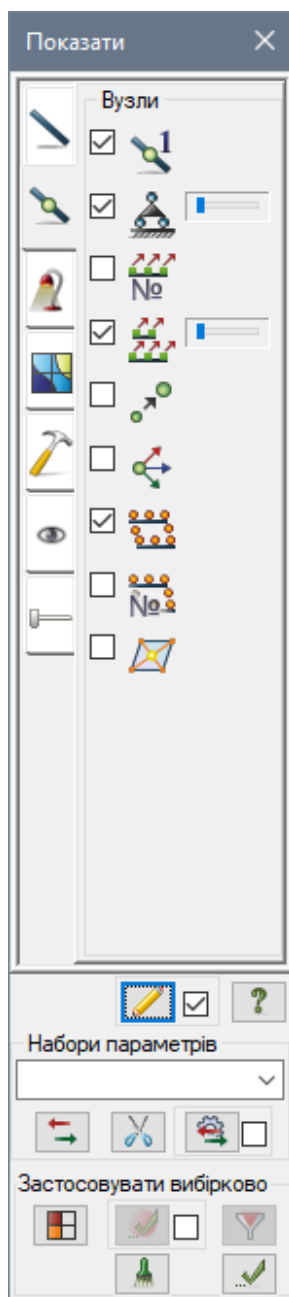

Рис. 11.4. Діалогове вікно Показати
- В діалоговому вікні **Показати** (рис. 11.4) перейдіть на другу закладку **Вузли** і встановіть прапорець **Номери вузлів**.